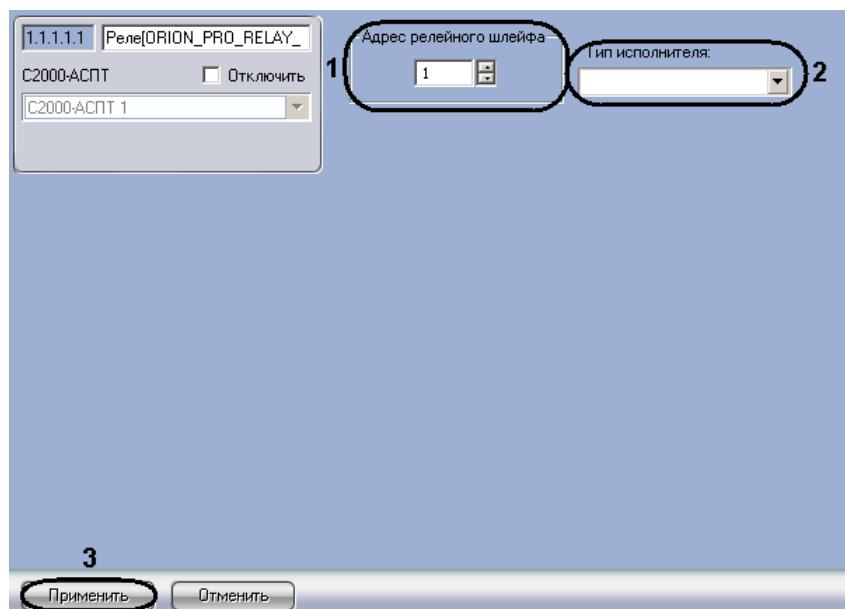

Рис. 3.3—16 Панель настроек объекта Реле
1. Перейти на панель настроек требуемого объекта **Реле** (Рис. 3.3—16).
2. В поле **Адрес релейного шлейфа** ввести текущий адрес реле (см. Рис. 3.3—16, 1). Настоятельно не рекомендуется изменять адрес реле. В случае, если все же возникла такая необходимость, следует учитывать, что адрес релейного шлейфа не должен совпадать с адресами реле, шлейфов и считывателей, созданных на базе того же объекта, что и настраиваемый.
3. Из раскрывающегося списка **Тип исполнителя** необходимо выбрать вариант отображения значка реле на карте (см. Рис. 3.3—16, 2).